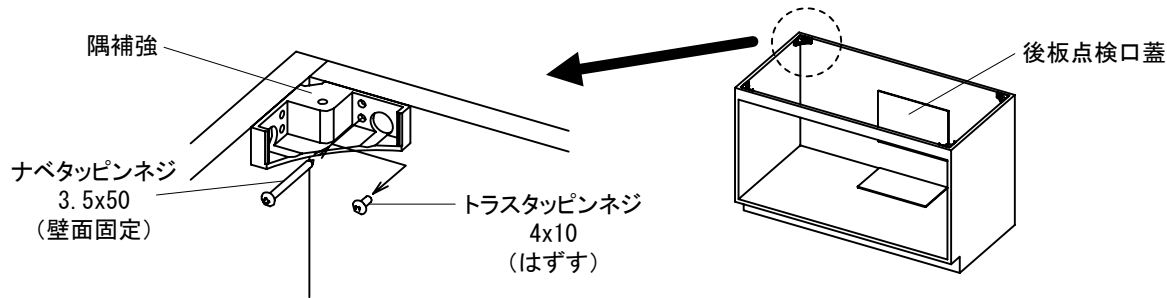

図7-3
- ⑤ベースキャビネット奥側両端の隅補強を止めているネジ左右各1本をはずし、その穴から所定のネジで壁面に固定してください。(図7-3)